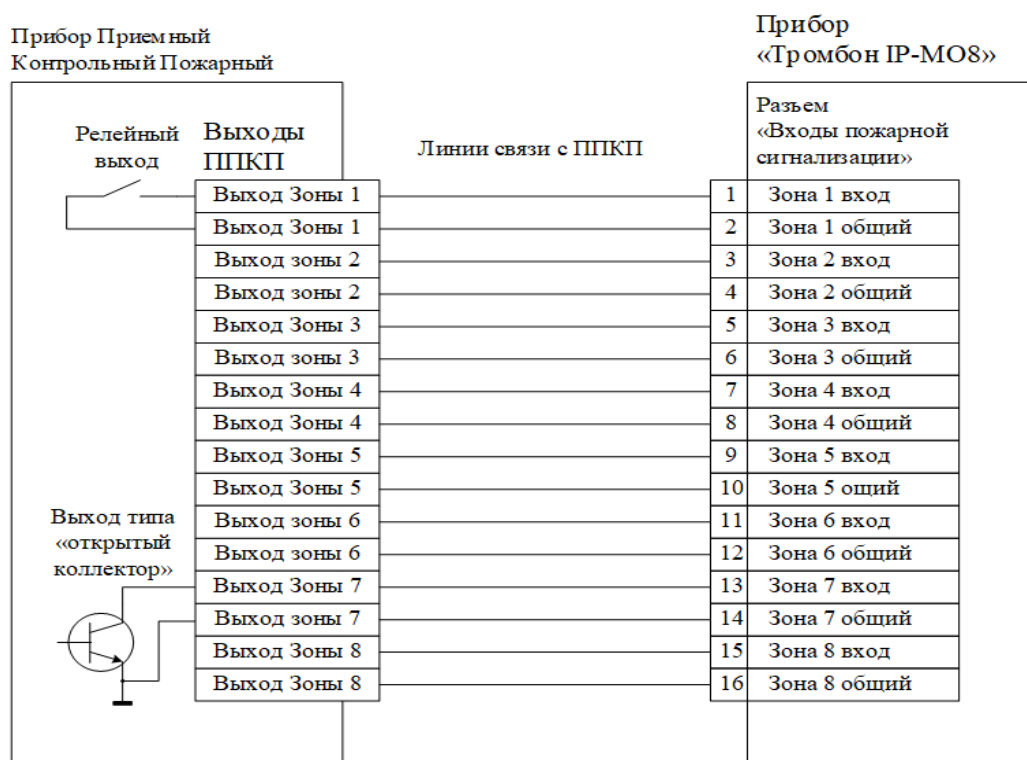

Рисунок 8 - Без обеспечения контроля линий связи.
- Вариант 2, аналогового подключения, используется при отключенном контроле исправности линий связи. Схема подключения входов прибора к выходам ППКП без контроля исправности линий связи (Рисунок 8). Параметры сигналов на входах пожарной сигнализации прибора при отключенной системе контроля исправности линий связи должны быть следующими: